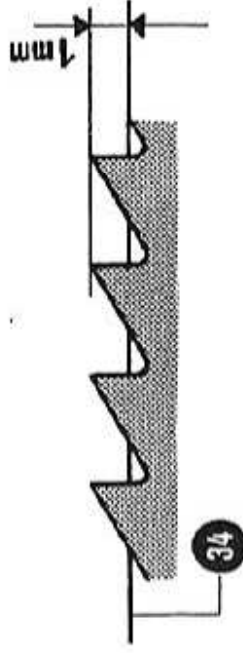

Abb. 17
Zu 5: Als nächstes wird die Transporteurhöhe eingestellt. Die Zähne des Transporteurs sollen in der Höchstlage 1 mm über die Oberkante Stichplatte (34) stehen (siehe Abb. 17 und 18).